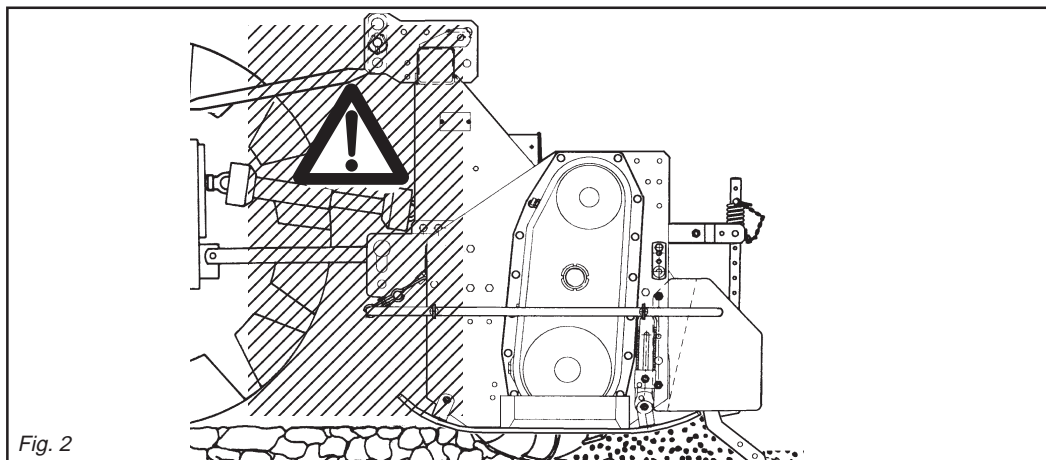

Fig. 2
- 24) Es ist absolut verboten, bei laufendem Motor und eingeschalteter Gelenkwelle zwischen den Schlepper und das Maschine zu treten (Abb. 2). Dazu muß die Feststellbremse gezogen werden und unter die Räder ein Bremskeil oder ein großer Stein gelegt worden sein.
- 24) *Il est absolument interdit de se mettre entre le tracteur et l'appareil (Fig. 2) quand le moteur est en marche et le cardan enclenché, sans avoir tiré le frein de stationnement et bloqué les roues avec une cale ou un caillou.*
- 24) Está terminantemente prohibido colocarse entre el tractor y el equipo (Fig. 2) con motor encendido y cardán inserido, o sin haber accionado el freno de estacionamiento y de colocar, debajo de las ruedas, una piedra u otro elemento de bloqueo.
- 28) È assolutamente vietato interporci fra il trattore e l'attacco della macchina per manovrare il comando dall'esterno per il sollevamento (Fig. 2).
- 28) It is absolutely forbidden to stand between the tractor and the implement when manoeuvring the lift control from the outside (Fig. 2).
- 28) Es ist absolut verboten, zwischen den Schlepper und den Anschluß zu treten, um die Aushebung von außen zu betätigen (Abb. 2).
- 28) Il est absolument interdit de se mettre entre le tracteur et l'attelage pour manoeuvrer la commande de relevage de l'extérieur (Fig. 2).